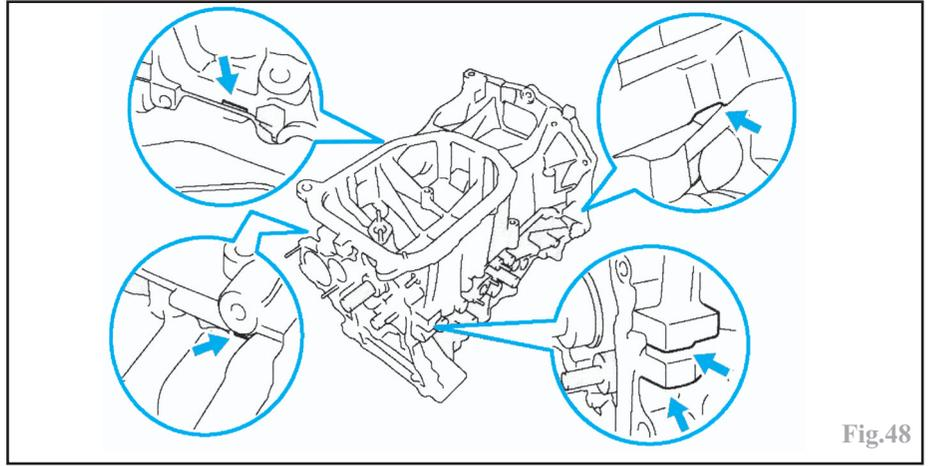

Fig.48
- le carter inférieur moteur en faisant lever entre le bloc cylindre et le carter inférieur aux endroits indiqués (Fig.48).